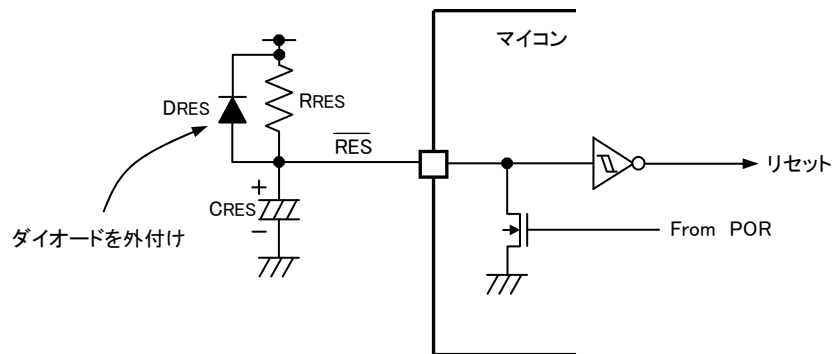

図 4-6-8 外部PORのリセット回路構成例
②内蔵リセット回路を使用せず外付けにPOR回路を構成する時
4-6-7-①項と同様に内蔵リセット回路を使用しない場合でも電源投入時に内蔵PORが動作します。しかし、内蔵PORより長いリセット期間を設けたいために外部にもPOR回路を構成し、容量CRESを $0.1\mu\text{F}$ 以上にする場合には、必ず図4-6-8のようにダイオードDRESも外付けしてください。